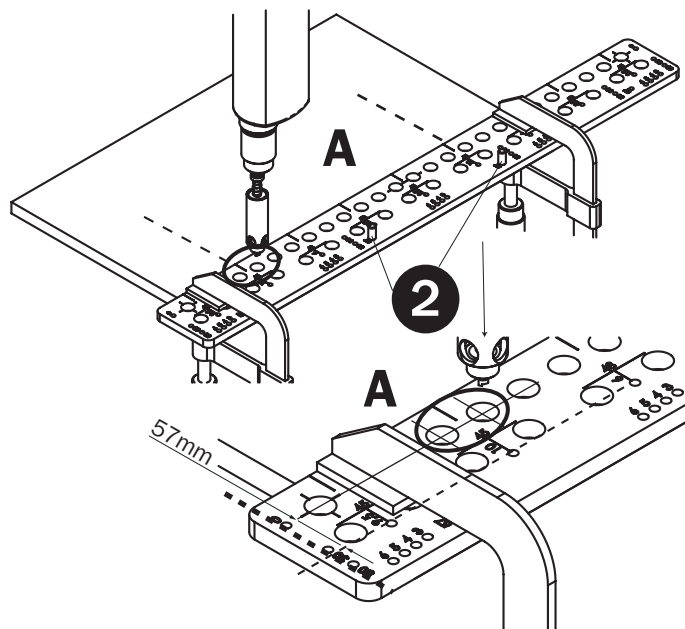

Fig. 15
Introduzca dos mandriles de metal (pos. 2) en los agujeros 57 (Fig. 15). Coloque **CMT900** sobre la pieza de trabajo de modo que el eje central del paso elegido de la bisagra sobre la plantilla corresponda con el eje central sobre la pieza de trabajo y que los mandriles adhieran al borde anterior de la pieza de trabajo. Utilice el adaptador portabroca **CMT400-1** con la broca para agujeros no pasantes con diámetro de 3mm para tornillos para madera, o de 5mm para tornillos euro.
Asegúrese de que los mandriles adhieran sobre el borde anterior de la tabla y que el eje de la bisagra sobre la plantilla de taladrado esté en el mismo punto que el eje de la bisagra sobre la pieza de trabajo. Fije la plantilla de taladrado al material a taladrar mediante unas mordazas. Ajuste la profundidad de taladrado en el adaptador portabroca de acuerdo con la longitud de los tornillos utilizados. Introduzca el adaptador portabroca con la broca correspondiente en la fila de los agujeros principales y taladre un agujero a la derecha del eje y un agujero a la izquierda del eje (detalle Fig. 15).